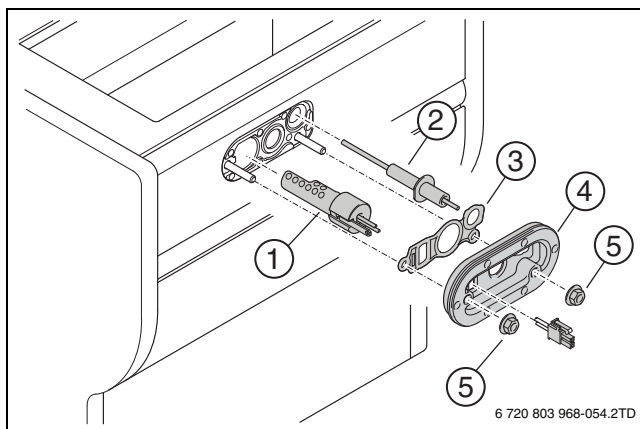

Fig. 66 Sostituzione del dispositivo di accensione
- ▶ Ogni 4 anni sostituire la guarnizione (→ fig. 66, [3]) e la piastra di copertura con la guarnizione (→ fig. 66, [4]).